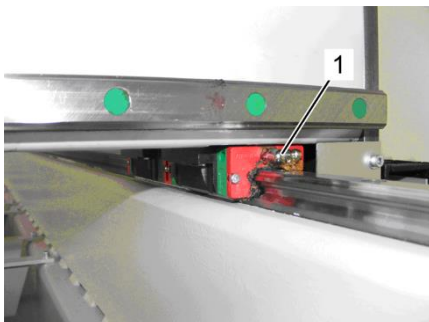

Abb.59: Schmiernippel X-Achse
2. Schutzkappen von Schmiernippeln der X-Achse entfernen (Abb. 59 /1), falls vorhanden.